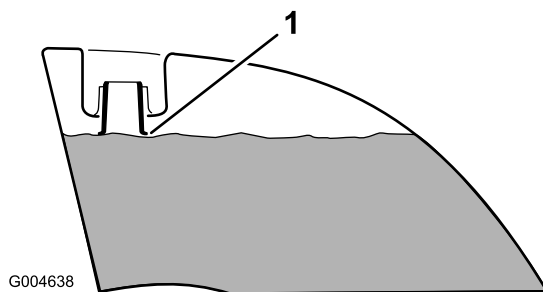

Рисунок 9
4. Залейте топливо в оба топливных бака до уровня нижней кромки заливочной горловины (Рисунок 9). Не допускайте переполнения топливных баков.